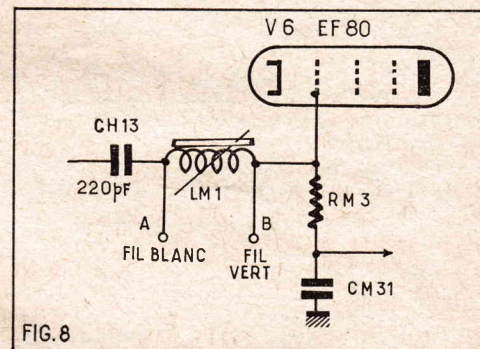

FIG. 8
c) Brancher le pont suivant la figure 8, fil vert allant au point B grille de V6 EF80, le fil blanc au point A, extrémités de LM1 CH13 — liaison avec le rotacteur.